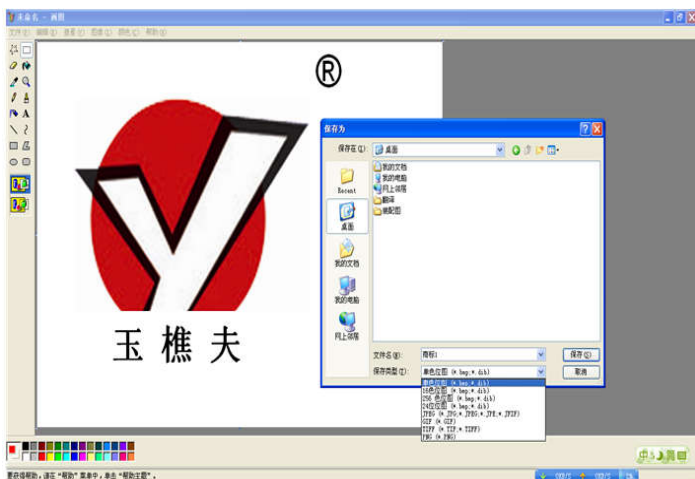

图 3-17：另存为单色位图 BMP 格式
- 依次找到开始菜单-所有程序-附件-画图工具, 在画图工具中打开需要打印的商标, 点击“文件”选项中的“另存为”, 将商标改为单色位图 BMP 格式并保存到桌面, 如图 3-17,